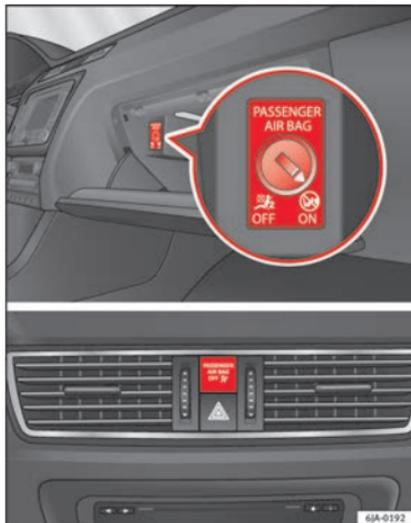

Fig. 81 Interruptor do airbag frontal do passageiro/luz de controlo de desativação de airbag do passageiro.
- o airbag desativado é assinalado pelo aviso **OFF**  que se acende na inscrição **PASSENGER AIR BAG OFF**  e que se encontra na parte central do painel de instrumentos » **Fig. 81** » **Página 75.**
- o airbag desativado é assinalado pelo aviso **OFF** ; que se acende na inscrição **PASSENGER AIR BAG OFF** ; e que se encontra na parte central do painel de instrumentos » Fig. 81 ③.
- Introduza o palhetão da chave na ranhura existente no interruptor para desativar o airbag do passageiro » Fig. 81. O palhetão deve entrar aproximadamente 3/4 do seu comprimento, até ao limite.